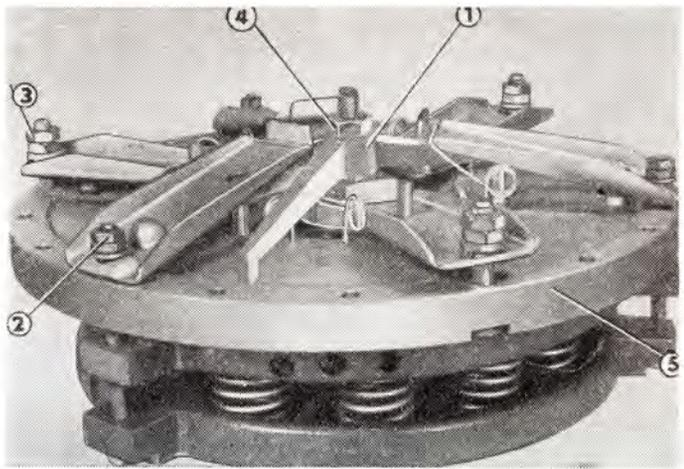

Abb. 53
1. Die Lage der Kupplungsabdeckung ist mittels einer Montage-Vorrichtung (Abb. 53/1) zu sichern.
2. Sechs Muttern M 10 (Abb. 53/2) der Fahrtausrückhebel sind abzuschrauben und die Schrauben abzunehmen.
3. Sechs Muttern M 10 (Abb. 53/3) sind von den Schrauben der Fahrtausrückhebel des Hilfsantriebs
- Die Mutter M 14 (Abb. 53/4) ist vom Gewindebolzen abzuschrauben und der Dreifuss abziehen. Dadurch wird die Kupplungsabdeckung gelockert (Abb. 53/5). Nach Abnahme der Abdeckung kann die Kupplung demontiert werden.